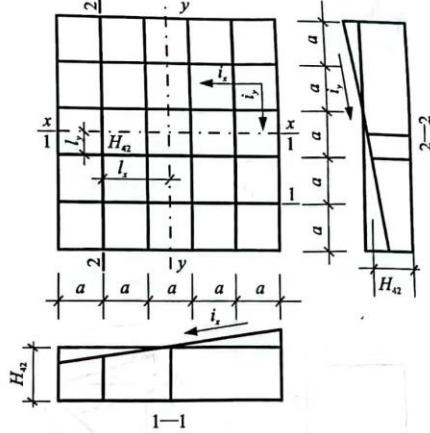

图 1-7 双向泄水坡度的场地
②双向泄水时(图 1-7)，以  $H_0$  作为场地中心点的标高：